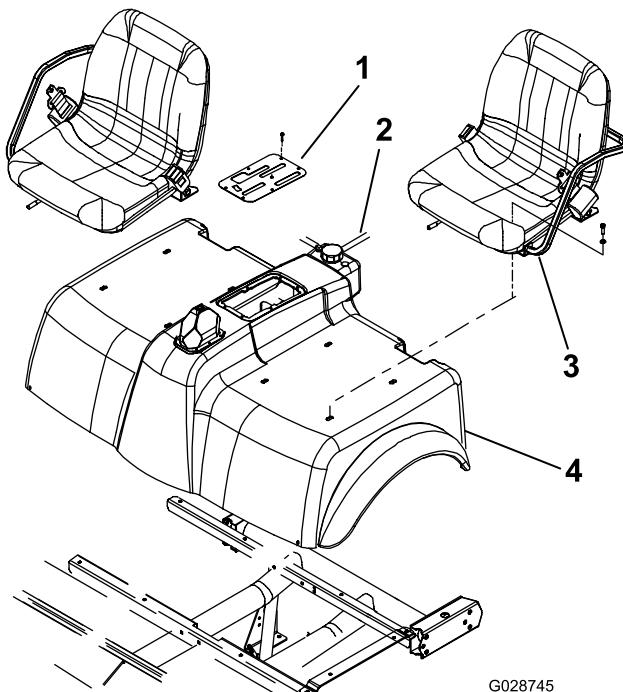

Figura 6
2. Quite los 6 tornillos que fijan el borde exterior de la placa de cubierta de la consola central al bastidor y retire la placa (Figura 6).
3. Desconecte la manguera del depósito del radiador y enchufe o sujeté con abrazaderas la manguera para retener el refrigerante (Figura 6).
4. Retire los 8 tornillos de caperuza que fijan los asientos y la cubierta a los soportes de montaje (Figura 6). Retire los asientos y la cubierta.